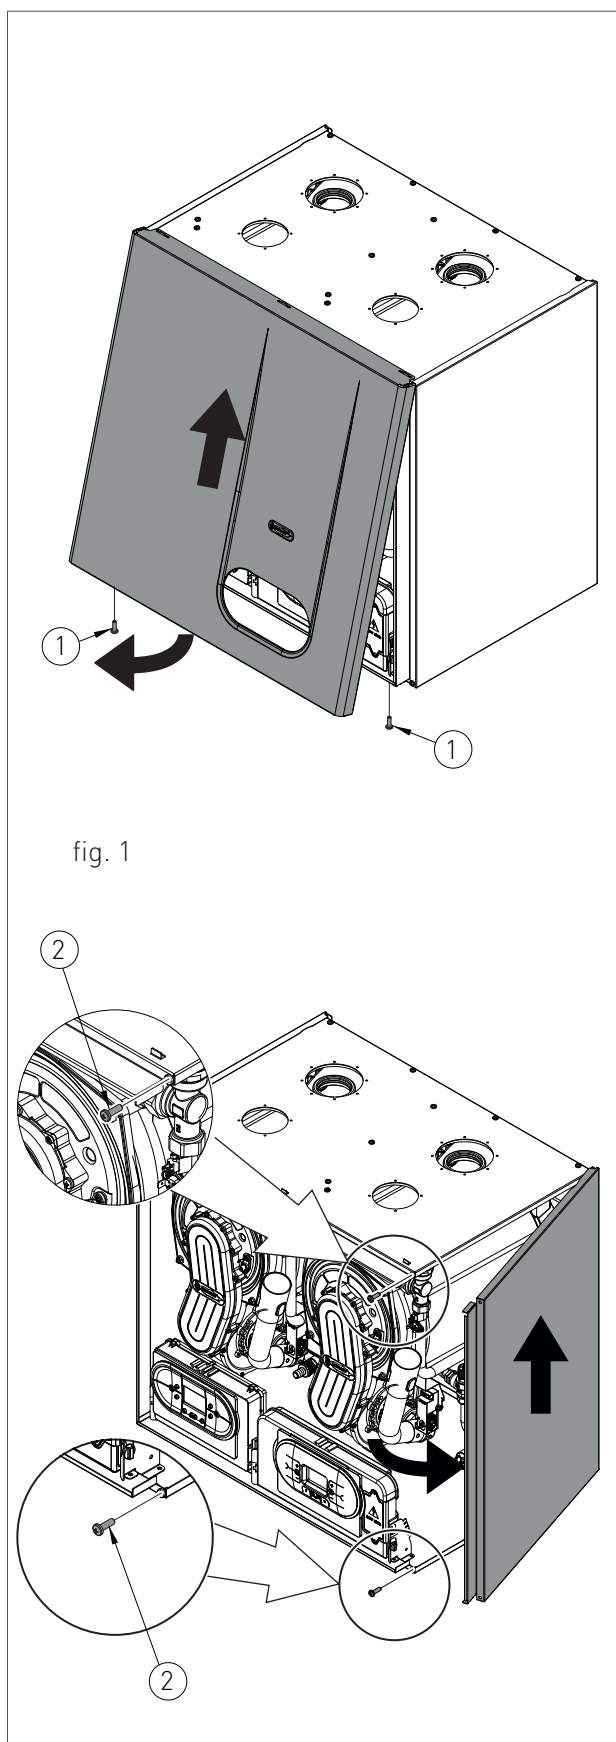

fig. 1
- › rimuovere le viti (1 - fig.1) di fissaggio poste nel bordo inferiore del pannello frontale;
- › afferrare il pannello frontale nella parte inferiore e, tirandolo verso se, estrarlo con movimento verso l'alto (vedi fig. 1).
- › rimuovere le viti (2 - fig.1) di fissaggio poste nel bordo frontale del pannello laterale;
- › afferrare la base del pannello e, dopo averlo spostato lateralmente, estrarlo alzandolo (vedi fig. 1).